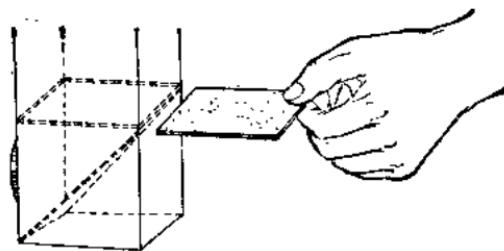

图 6
6. 对准镜头，放平面镜，再在平面镜的上面水平方向上放上毛玻璃。为放毛玻璃，可先在木板内侧上用小刀开凹槽，便于毛玻璃推入，而在镜头对面一块木板相应地方，开一条狭缝，缝宽略大于毛玻璃厚度(图 6)。